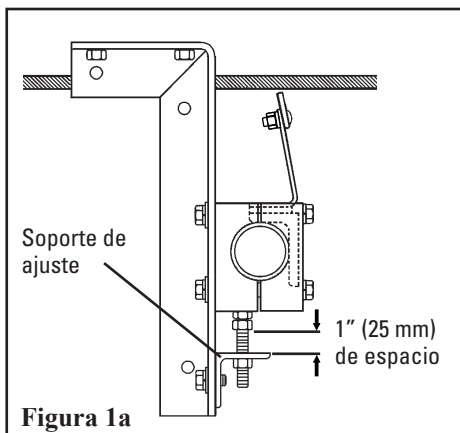

Figura 1a
- Afloje y gire las contratuercas de tensión del tornillo de ajuste superior 1" (25 mm) sobre las partes superiores de los soportes de ajuste (Figura 1a).